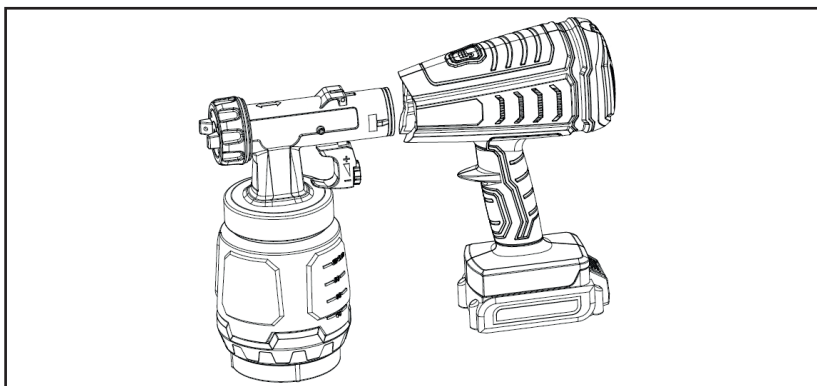

рис. 9
- Отсоедините распылительную часть от краскораспылителя (рис. 9).
- Разберите краскораспылитель. Нажмите кнопку разблокировки (рис. 9) вниз, вытяните переднюю часть распылителя.